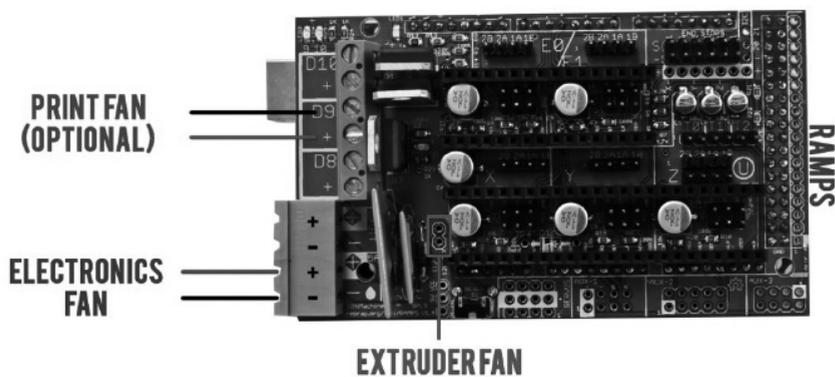

图 3-72 RAMPS 上的风扇连线
(6) 参考如图 3-72 所示，连接 RAMPS 上的风扇。